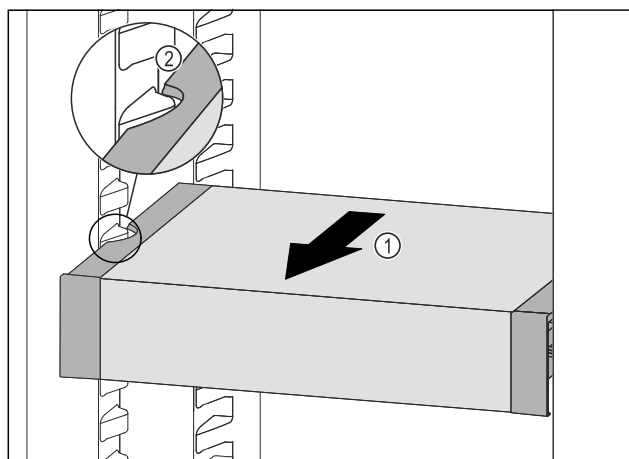

Fig. 121
- ▶ Táhněte VarioSafe dopředu Fig. 121 (1), dokud nebudou boční vybrání VarioSafe na úrovni žebrování na nádoby v chladničce. Fig. 121 (2)